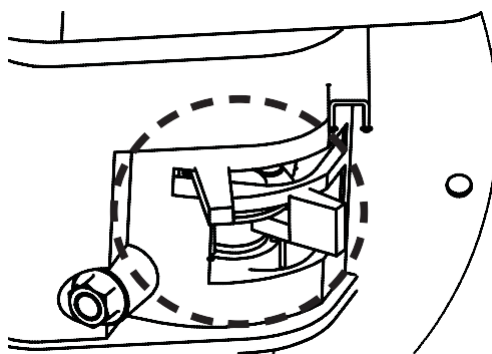

Рисунок 3
- Если двигатель холодный, или температура окружающей среды низкая, полностью закройте дроссельную заслонку рычагом. **СМ. РИСУНОК 3.**
11. После запуска и разогрева двигателя медленно переместите рычаг управления дроссельной заслонкой в положение «закрытого дросселя». Переместите дроссель на нужную скорость. **СМ. РИСУНОК 3.**